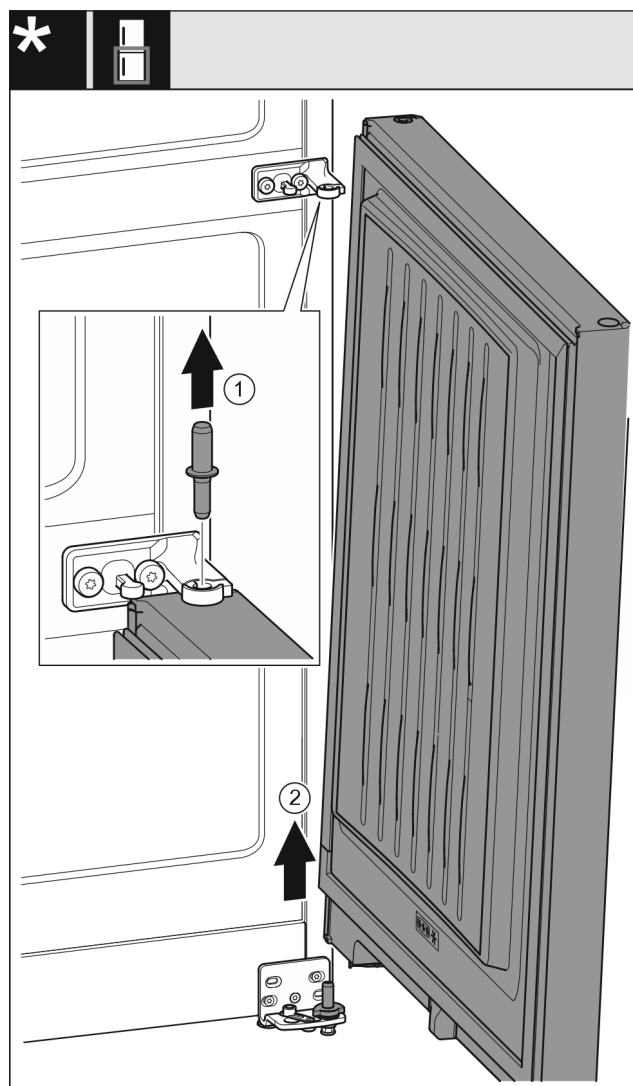

Fig. 9
- Bouten Fig. 9 (1) naar boven toe eruit trekken.
- Deur Fig. 9 (2) eruit draaien, naar boven trekken en opzij leggen.